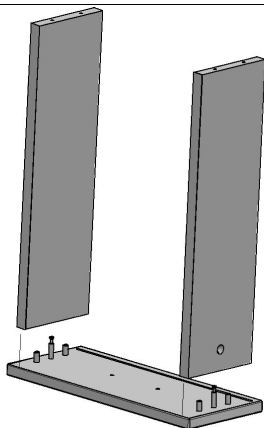

Рис. 11
4.2.2. На сборку по п. 4.2.1. установить боковину ящика правую (поз. 10), боковина ящика левую (поз. 9) (см. рис. 11). В отверстия боковин вставить эксцентрик ЕС03ZL/18 (поз. 18) (рис. 11а) стрелкой в направлении стенки передней и повернуть эксцентрик по часовой стрелке 180° max. (См. рис. 11а, 11б)
Рис. 11а
Рис. 11б